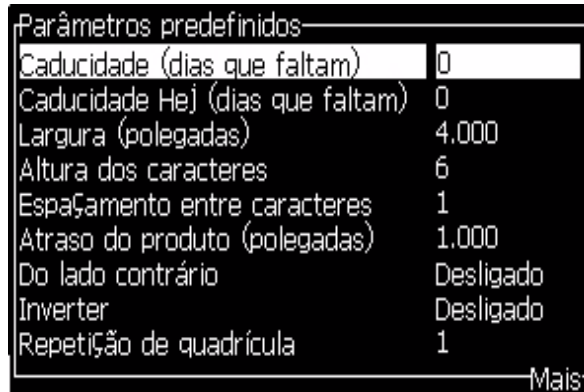

Figura 5-16: Caixa de diálogo Parâmetros predefinidos
Os diferentes parâmetros que estão disponíveis (*Parâmetros predefinidos > das mensagens*) são apresentados na Tabela 5-12, e na Figura 5-16 na página 5-29.
- 2 Selecione a caixa de diálogo *Parâmetros predefinidos* (Figura 5-16 na página 5-29) para editar os valores.
- 2 No menu *Mensagens*, selecione a caixa de diálogo Parâmetros da mensagem (Figura 5-16 na página 5-29) para editar os valores.